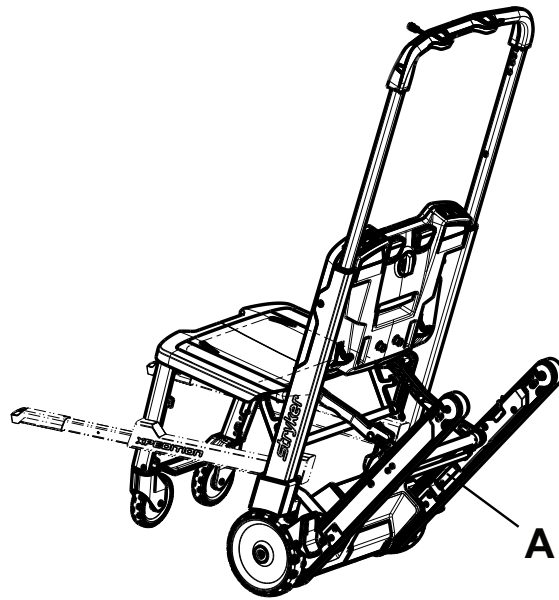

Figura 3 – Ubicación del número de serie: Xpedition
Consulte la ubicación del número de serie de la silla (A) más abajo (Figura 3).